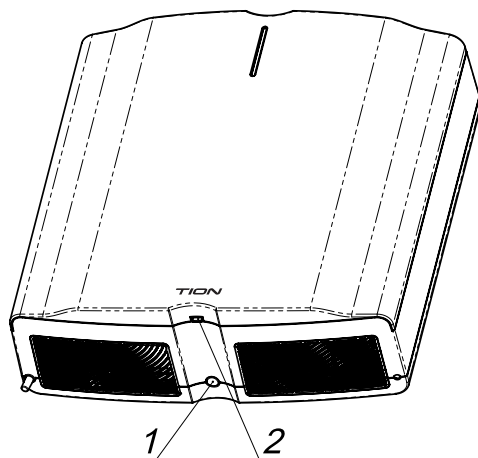
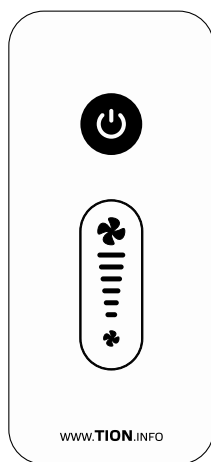
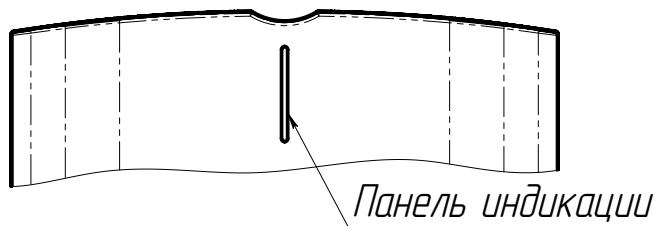
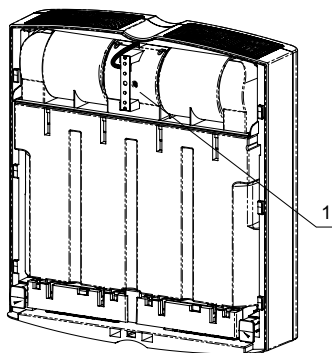

Рисунок 3. Органы управления на нижней панели
Рисунок 4. Пульт дистанционного управления
Рисунок 5. Панель индикации
Рисунок 5.1. Расположение переключателя режима яркости подсветки
Отключите очиститель-обеззараживатель воздуха от электрической сети и обратитесь в уполномоченный сервисный центр, если панель индикации (рисунок 5) зажглась желтым светом и невозможно самостоятельно устранить неисправность (смотрите раздел 9), или в следующих случаях:
Перед началом работы убедитесь, что вилка сетевого кабеля обеззараживателя-очистителя надежно вставлена в розетку электропитания и из батарейного отсека пульта дистанционного управления (далее ПДУ) удален прозрачный стикер. При нажатии кнопки включения (рисунок 3 поз. 1) нижняя половина панели индикации (рисунок 5) загорится синим светом, обеззараживатель-очиститель начнет работать на производительности 100 м³/час. Для выключения прибора повторно нажмите кнопку включения (рисунок 3 поз. 1).
Кнопки  и  (рисунок 4) регулируют производительность очистителя-обеззараживателя, при этом на панели индикации (рисунок 5) изменяется длина полосы синего света (при производительности 150 м³/час светится вся панель индикации).
Нажатие кнопки  ПДУ (рисунок 4) отключает очиститель-обеззараживатель и переводит его в режим ожидания, при этом нижняя половина панели индикации (рисунок 5) мигает синим светом. Повторное нажатие кнопки  ПДУ включает очиститель-обеззараживатель на ту же производительность, на которой он был остановлен (панель индикации (рисунок 5) горит синим светом).
Контроль состояния обеззараживателя-очистителя осуществляется с помощью панели индикации, расположенной на лицевой стороне (рисунок 5).
Панель индикации (рисунок 5) синим светом отображает режим работы прибора (см. п. 4.3). Плата индикации прибора имеет два режима яркости. Переключатель режима яркости подсветки находится на плате индикации (рисунок 5.1, поз. 1).
**ВНИМАНИЕ!** Выключите обеззараживатель-очиститель, нажав кнопку включения (рисунок 3 поз. 1), и подождите 5 минут, после чего обесточьте его (выньте вилку из розетки).
1. Снимите крышку (рисунок 1 поз. 2) сдвигая ее вертикально вверх до упора (в нижней части панели имеется фиксатор (рисунок 3 поз.2), который необходимо потянуть на себя).